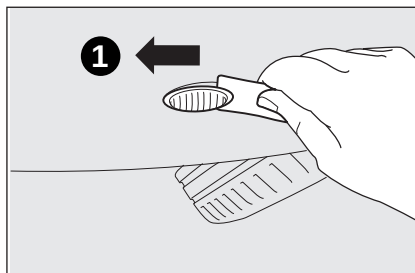

fig. 16a
- ☐ faire levier sur le transparent en commençant de la partie avant vers la partie arrière (**1-fig. 16a**) ;